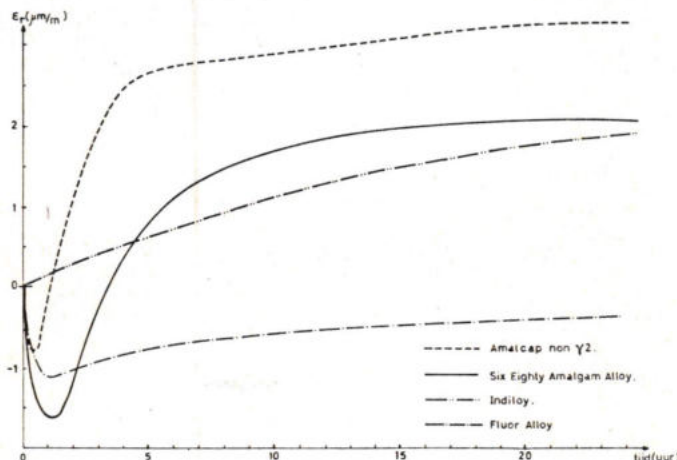

Fig. 4.
De meting beperkt zich tot de bepaling van de rek van het rekstrookje. Enkel de veranderingen tangentieel aan de cirkelomtrek met ϵ voorgesteld, zijn dus onmiddellijk bekend. Wij zijn echter meer geïnteresseerd in variaties volgens de straal, aangeduid als ϵ_r . Uitgaande van ϵ kan men via een omrekening de radiale variaties ϵ_r verkrijgen. Voor de elasticiteitstheorie en omrekeningen zie ref. 1 en 2. Fig. 4 toont het verloop van ϵ_r voor 4 verschillende, in België verkrijgbare, tandheelkundige amalgamen.